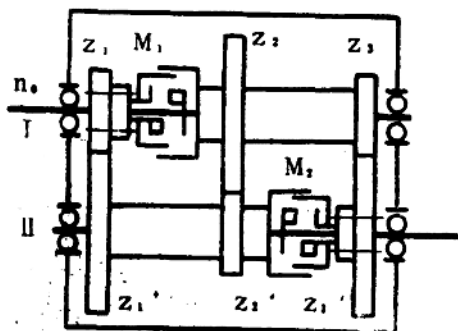

图 5
17. 按教科书 I 图 5—64 的传动系统图，分析有何特点，并指出与普通车床的主传
19. 在图5的传动系统图中, n_0 、 n 分别为输入输出转速, 若 n_0 为一级转速, 求 n 的转速有几级, 各为多少?